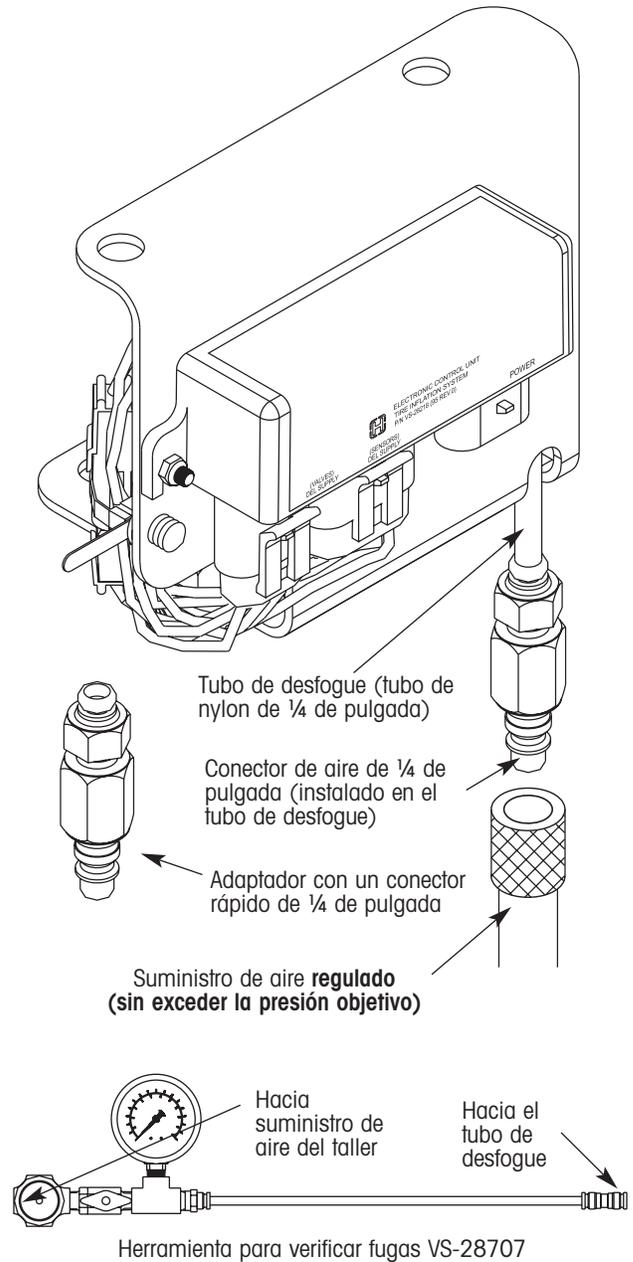

Figura 26. Presurización manual del sistema para verificar fugas de aire
Hendrickson ofrece un aparato verificador específicamente para este propósito (número de parte VS-28707, figura 26). El conector rápido tiene además el beneficio de ser fácilmente instalado y removido del tubo de desfogue. Presurice manualmente el sistema TIREMAAX EC como sigue:
2. Con la corriente eléctrica desconectada, conecte el conector de aire con el conector rápido de ¼ de pulgada al tubo de desfogue en la válvula solenoide de suministro (figura 26).